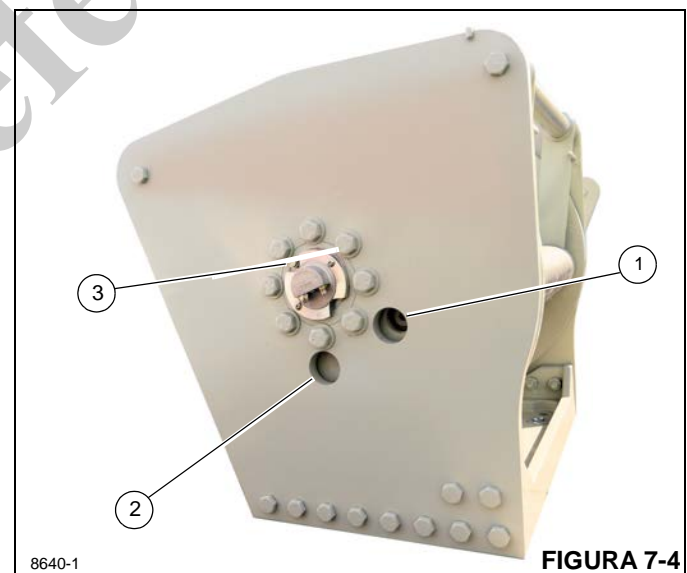

FIGURA 7-4
- Gire o tambor até que o bujão de enchimento/nível (1, Figura 7-4) seja visível pelo furo de inspeção.
- Remova o bujão de enchimento/nível (1) e verifique visualmente o nível de óleo. O óleo deve estar nivelado com a parte inferior do furo de enchimento/inspeção. Se for necessário mais óleo, adicione. (Consulte a Tabela 7-2.)
- Para drenar e adicionar óleo novo, remova o bujão de respiro (3, Figura 7-4) e aparafuse um tubo de 1 polegada no furo do bujão do dreno (2) para permitir que o óleo escoe. Retire o bujão do dreno (2) com uma chave sextavada e drene o óleo hidráulico. Retire o tubo de drenagem de 1 polegada e instale o bujão do dreno (2).
- Para abastecer com óleo, gire o tambor de maneira que o orifício de enchimento/nível da caixa de engrenagens (1, (Figura 7-4) esteja visível através do furo superior.
- Remova o bujão de enchimento/nível (1) com um soquete sextavado.
- Para ajudar a adicionar o óleo, instale no furo de abastecimento (1) um tubo de 1 pol. com cotovelo.
- Remova o bujão de respiro (3) para ajudar a adicionar o óleo.
- Para drenar e adicionar novo óleo, remova o bujão de ventilação (3, Figura 7-4) para ajudar na drenagem do óleo.
- Remova o bujão do dreno (2) com um soquete sextavado.
- Instale o bujão de dreno de óleo (2).
- Instale o bujão de inspeção (1).